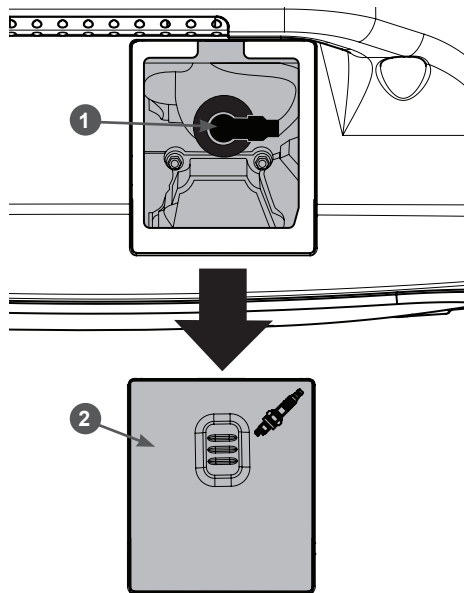

Рис. 16. Обслуживание свечи зажигания
1. Снимите лючок 2 доступа к свече зажигания (Рис. 16).
2. Снимите со свечи зажигания колпачок 1 высоковольтного провода (Рис. 16).